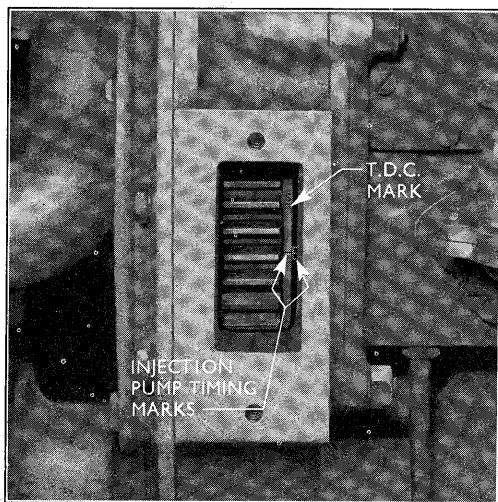

Fig. 25. Indstillingsmærkerne på pumpedrevet.
2. Aftag dækslet for indsprøjtningssump- pens drev (det sidder på venstre side af forkammeret) (fig. 25). Er indstil- lingen korrekt, skal mærket på drev- ets flange (adaptor) stå udfor det faste mærke. Mærket må ikke forveksles med et andet mærke på flangen - nem- lig et "S" der svarer til 0° før top. (TDC).